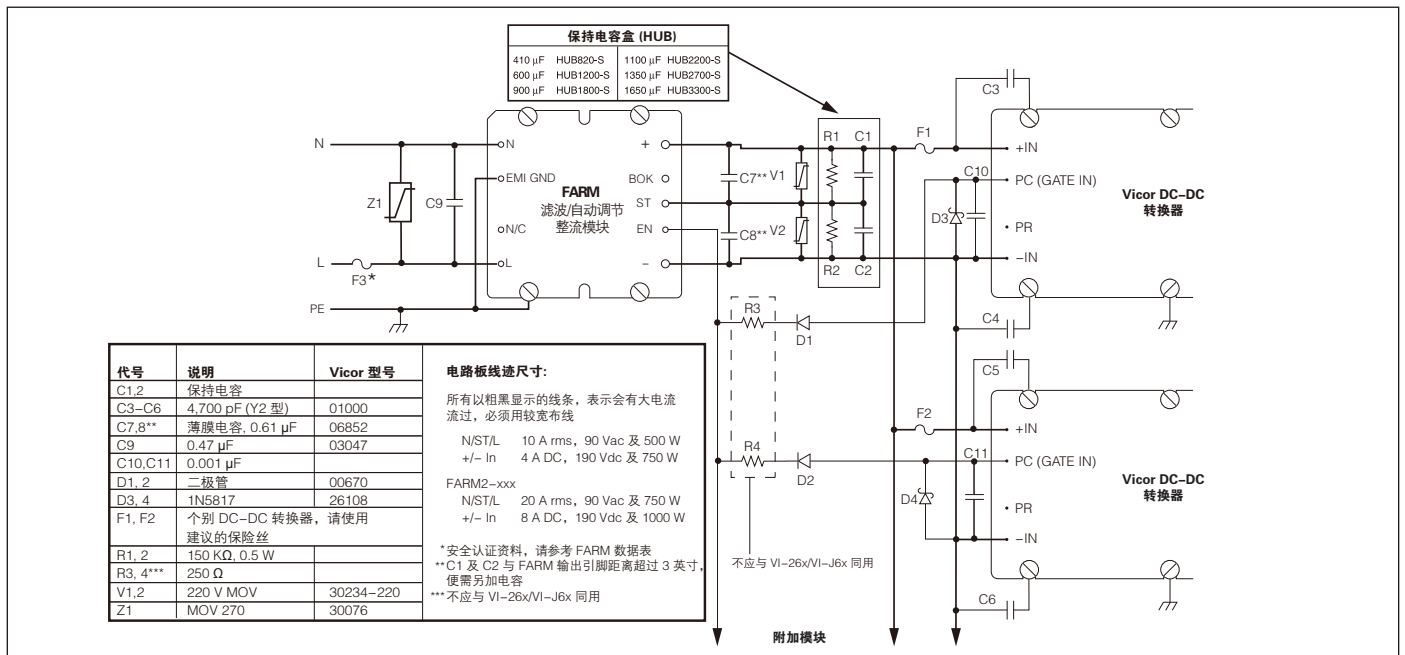

图 8-3 离线式开关电源配置
**连接片 (ST) 引脚** 在实际应用中，FARM 模块除了应连接输入和输出引脚外，为了实现自动适应输入电压范围的变化还必须把 ST 引脚连接保持电容 (C1, C2, 参看图 8-3) 的中结点。金属氧化物压敏电阻器 V1 和 V2 提供电容保护。电源关断时，保持电容可通过泄放电阻 R1 和 R2 放电，(参看图 8-3)。假如保持电容距离 FARM 输出引脚超过 75 mm 时，建议使用电容 C7 和 C8。
应当注意, 如图 8-3 所示, 保持电容由  $C_1$  和  $C_2$  串联组成, 每只电容的容量应为计算值的两倍, 但是每只电容所需的额定电压可减少到 200 V。直流母线上允许的纹波电压 (或纹波电流在电容器两端产生的纹波电压), 也可影响保持电容所需的电容量。还应当考虑给定转换器的纹波抑制比和最终的输出纹波电压要求。